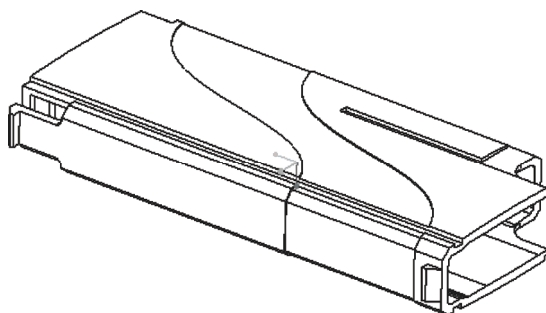

图 8-88 移除曲面的结果
4) 在“移除曲面”选项卡中单击  (完成) 按钮, 则一个内孔被移除, 结果如图 8-88 所示。